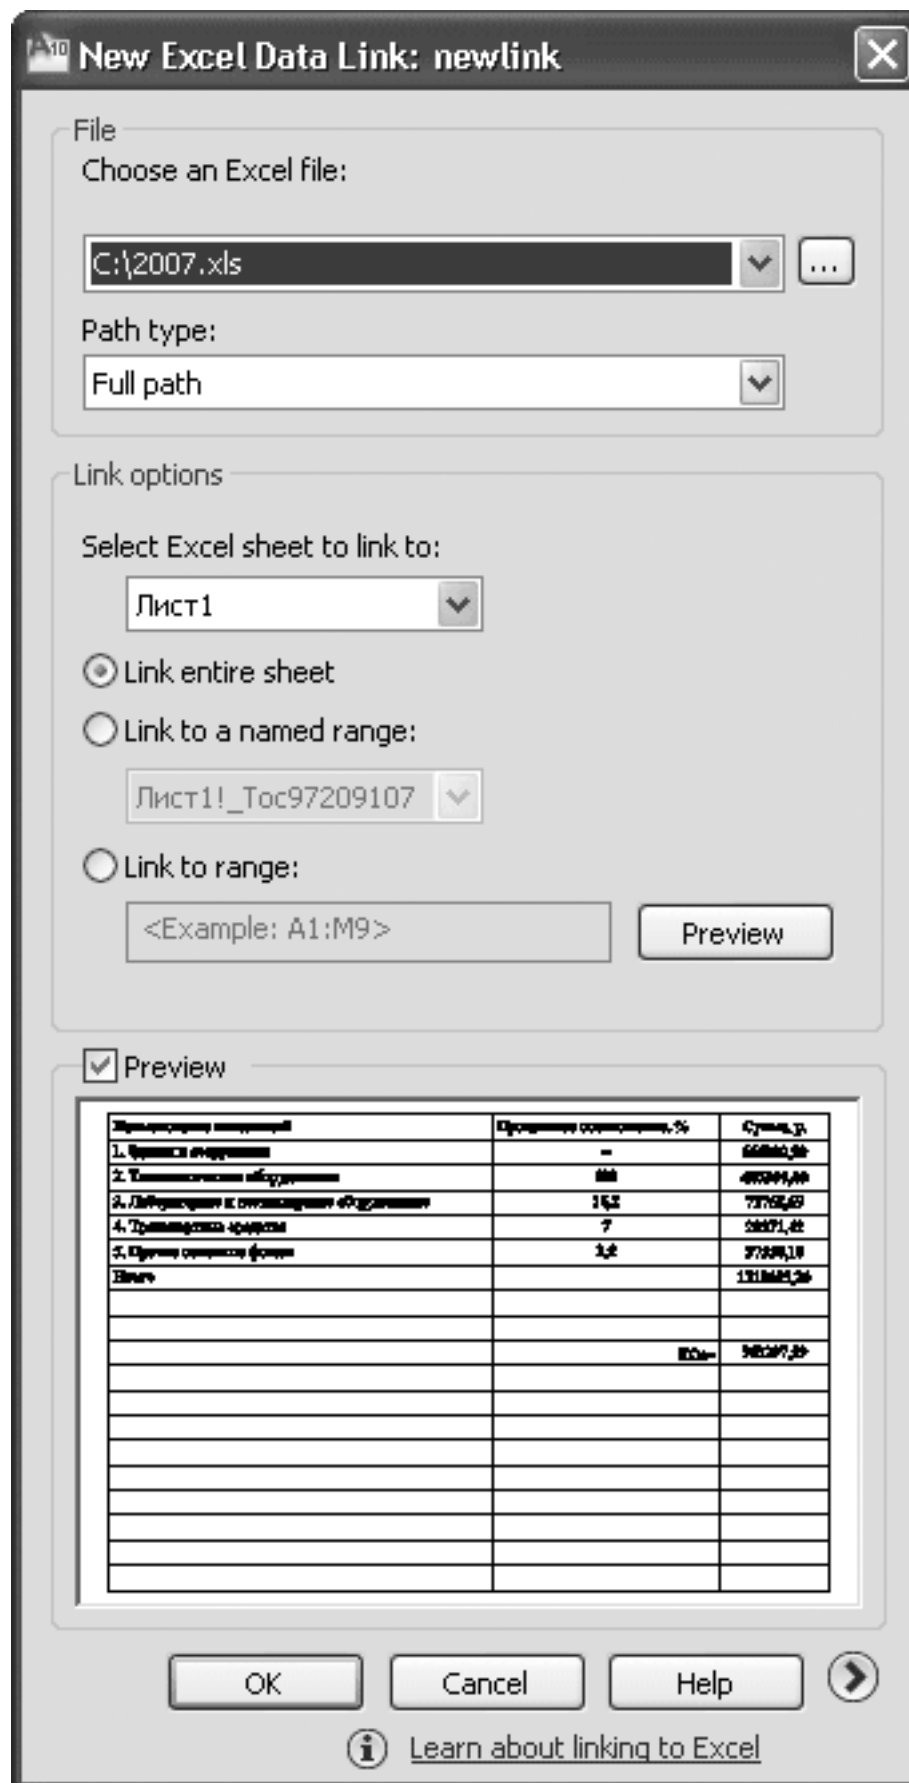

Рис. 4.43. Вид окна New Excel Data Link: newlink (Новая ссылка на данные Excel: newlink) после создания ссылки
6. В появившемся стандартном окне выбора файла найдите нужный файл Excel, после чего нажмите кнопку **Open** (Открыть). Окно **New Excel Data Link: newlink** (Новая ссылка на данные Excel: newlink) примет вид, представленный на рис. 4.43. В раскрывающемся списке появится пункт, соответствующий новой ссылке.